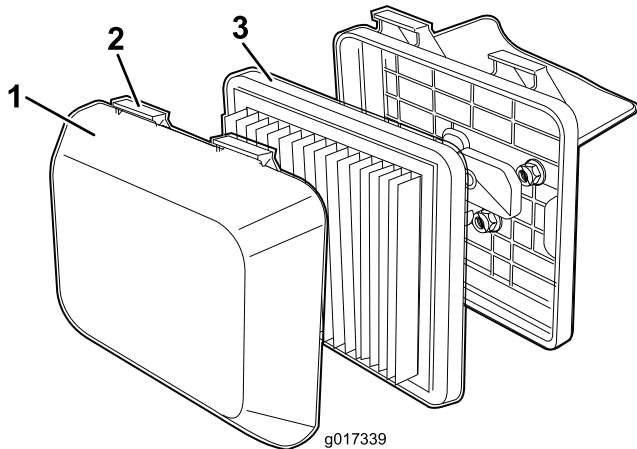

Figure 20
1. Appuyez sur les languettes de verrouillage en haut du couvercle du filtre à air (Figure 20).
3. Déposez les éléments du filtre à air (Figure 20).